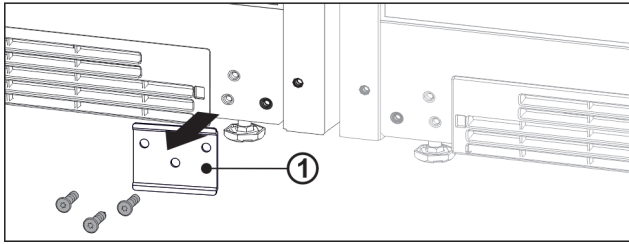

Fig. 13
- ▶ Если установлен металлический лист Fig. 13 (1), откройте металлический лист.